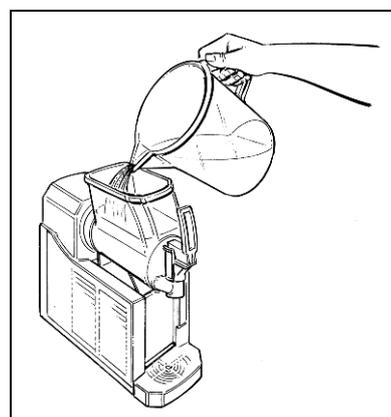

Fig. 2
- **L**lene la cubeta con agua tibia (Fig.2) y después de volver a colocar la tapa haga funcionar el mezclador (todos los LEDs apagados) durante algunos minutos